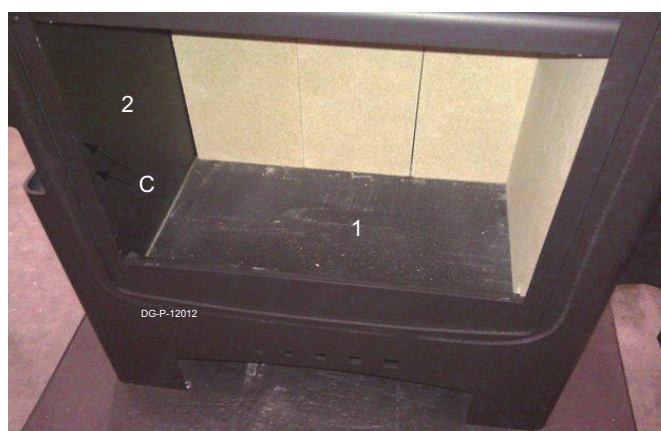

Fig. 3
- pour atteindre les vis métalliques (Fig 3, C), il faut tout d'abord ôter le fond de vermiculite (Fig 3, 1) puis la paroi latérale gauche (Fig 3, 2) ;
- Placez la plaque de protection sur le foyer et appuyez celle-ci contre le conduit de cheminée. Forez 4 petits trous (4 mm) et fixez la plaque à l'aide des vis également fournies (voir la fig.3)